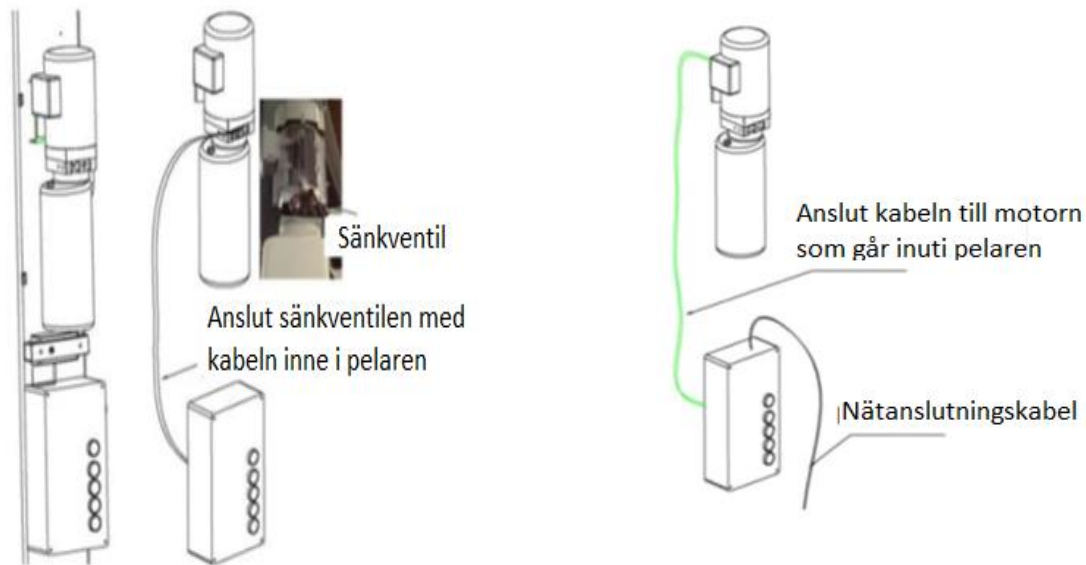

Fig. 22
2. Anslut magnetventil, Kabel till motor och Strömmatning från elnätet Fig 22